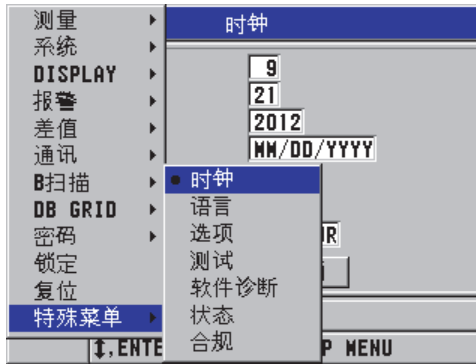

图 4-2 特殊菜单屏幕
2. 在**特殊菜单**中, 选择**时钟** (参见第 45 页的图 4-2)。